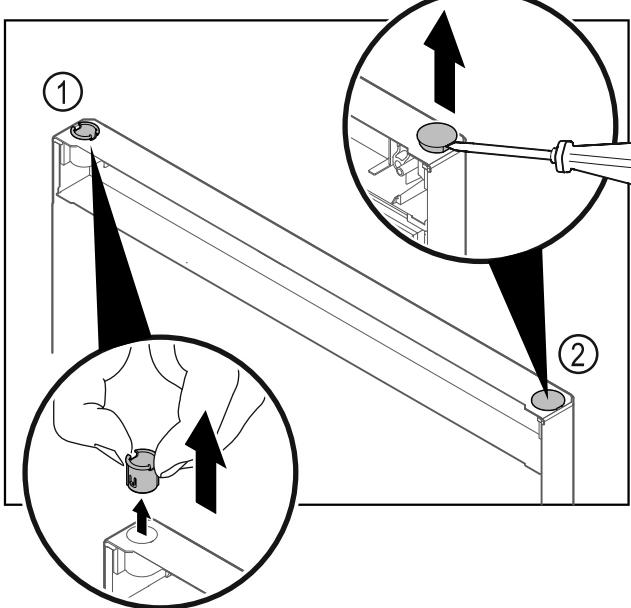

Fig. 28 Дверь холодильного отделения
- Пальцами вытяните шарнирную втулку Fig. 28 (1).
- Шлицевой отверткой осторожно подцепите и извлеките заглушку Fig. 28 (2).